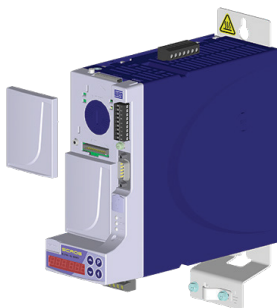

Figura 4.1: Retire la tapa de protección
2. Retire la tapa de protección del slot, conforme Figura 4.1 en la página 14.